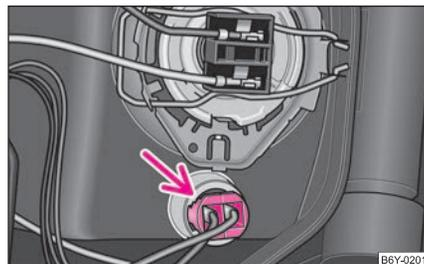

Abb. 173 Ausbau der Glühlampe für Standlicht vorn
- Ziehen Sie die Lampenfassung mit Glühlampe für Standlicht aus dem Scheinwerfer heraus ⇒ Abb. 173.